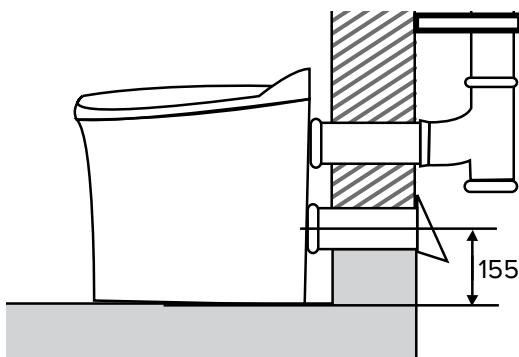

fig. 2
3. Stecken Sie eines der mitgelieferten kurzen Rohre mit dem konischen/abgerundeten Ende in die Toilette. Markieren Sie den Rohrstutzen ca. 40 mm vom konischen Ende, damit Sie wissen, wie weit das Rohr in die Toilette eingesteckt werden muss. Fig. 2 und 3.